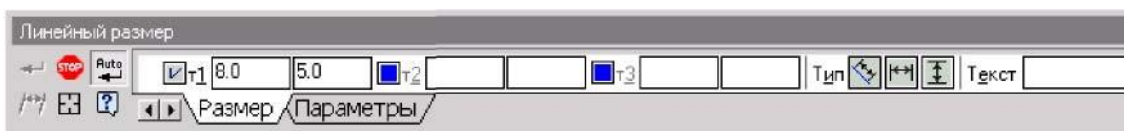

Рис. 2.7 - Вид **Панели свойств** при нанесении линейных размеров
- В Панели свойств задать вертикальный, горизонтальный или параллельный размер (рис. 2.7).